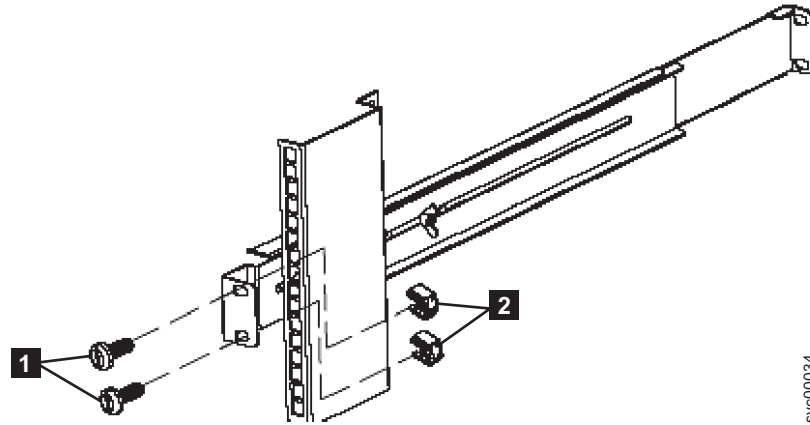

図 10. 2145 UPS-1Uへの後部レールの固定
6. 2つの M6 × 10 ねじ (19 ページの図 10 の **1**) と 2つのクリップ・ナット **2** を使用して、レールをラック背面に取り付けます。お客様のラックは、ここに示されているものとは異なる場合があります。その時には、異なるクリップ・ナットまたは締め金具が必要です。